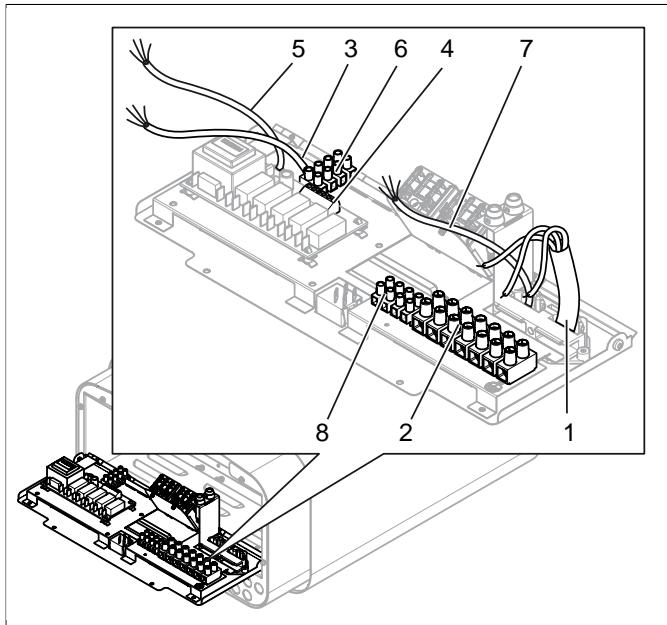
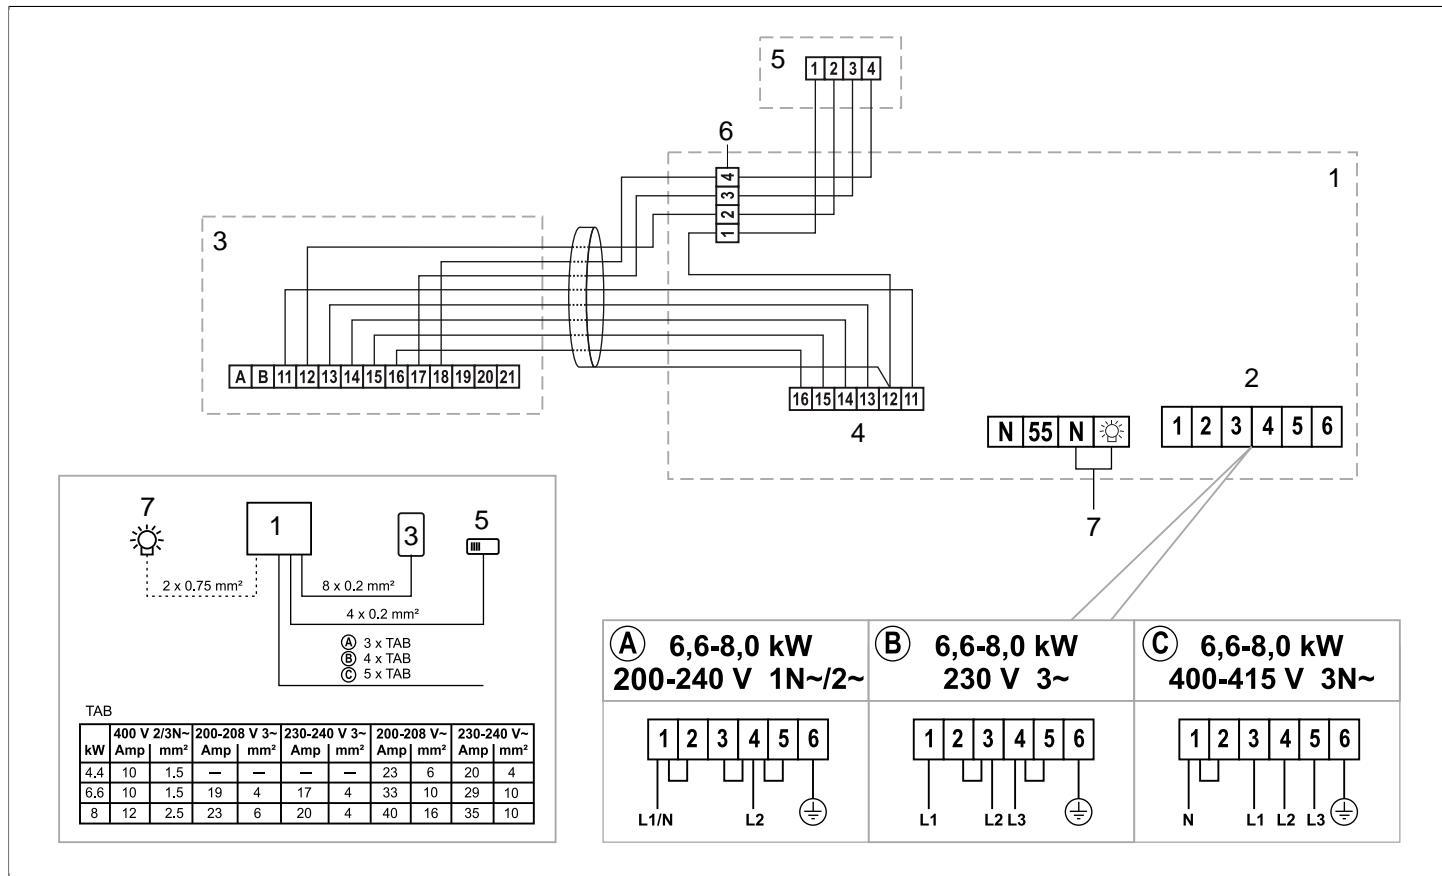

Abb. 8: Platine
Abb. 15: Schaltplan
Schließen Sie das Stromkabel (1) gemäß dem Schaltplan, siehe Abschnitt **Anschluss/Schaltplan**, Seite 7 an die Klemme (2) an, siehe **Abb. 8**, Seite 4.
4. Schließen Sie das Kabel der Steuer(3) gemäß dem Schaltplan, siehe Abschnitt **Anschluss/Schaltplan**, Seite 7 an die Klemmen (4) und (6) an, siehe **Abb. 8**, Seite 4.
5. Schließen Sie Kabel des Sensors (5) gemäß dem Schaltplan, siehe Abschnitt **Anschluss/Schaltplan**, Seite 7 an die Klemme (6) an, siehe Abschnitt **Anschluss/Schaltplan**, Seite 7 .
6. Schließen Sie eventuell das Kabel für die Beleuchtung (7) siehe **Abb. 8**, Seite 4 gemäß dem Schaltplan **Abb. 15**, Seite 7 an die Klemme (8) an.
Bei Anschluss an Spannungen oder Phasen, die nicht im Schaltplan verzeichnet sind **Abb. 15**, Seite 7, wenden Sie sich an den Tylö-Kundenservice.